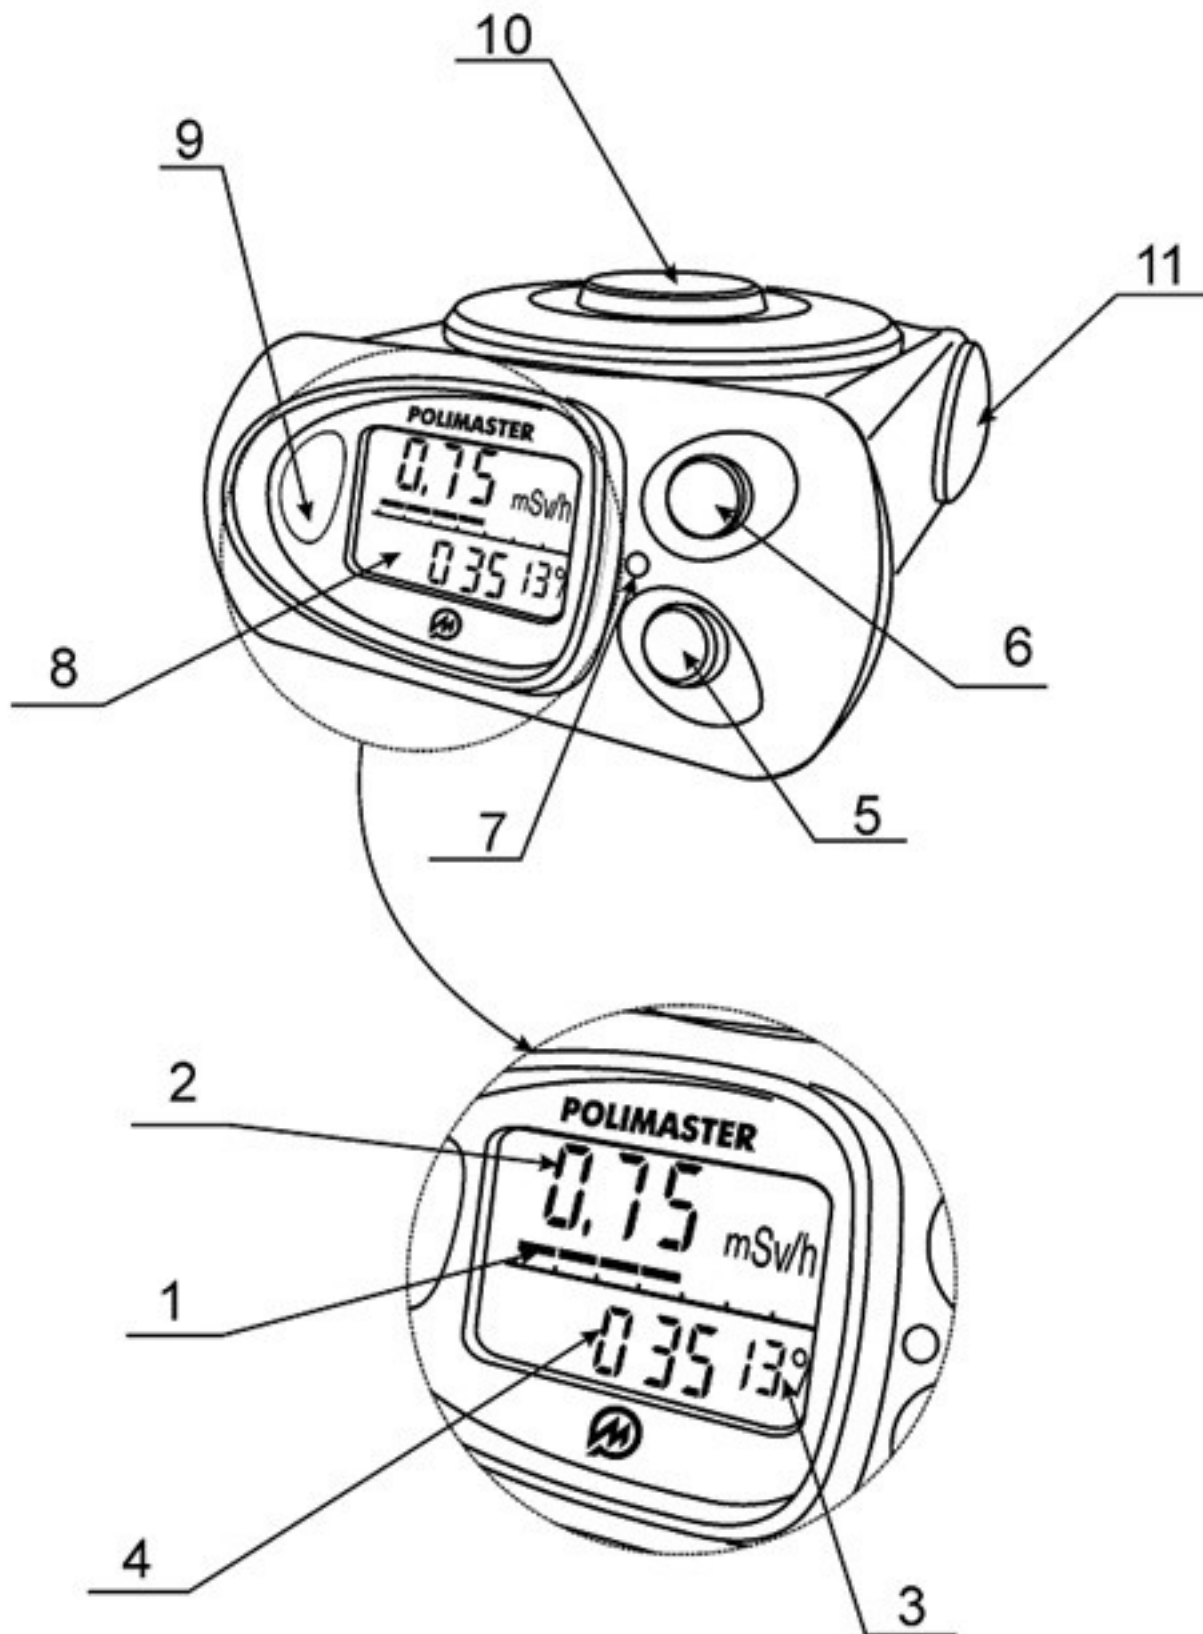

Рисунок 1.2 - Общий вид дозиметра
На цифровом табло (2), рисунок 1.2 – вывод значений МЭД
На цифровом табло (2), рисунок 1.2 – вывод значений ЭД
На цифровом табло (2), рисунок 1.2 – номер дозиметра;
В режиме ЭД возможна индикация (рисунок 1.2 табло (3) и (4)) значений оставшегося времени нахождения на рабочем месте в зависимости от текущих измеренных значений МЭД и ЭД. Расчет времени производится дозиметром по отношению к установленному второму порогу по ЭД (функция может быть включена при конфигурации режима индикации ЭД).